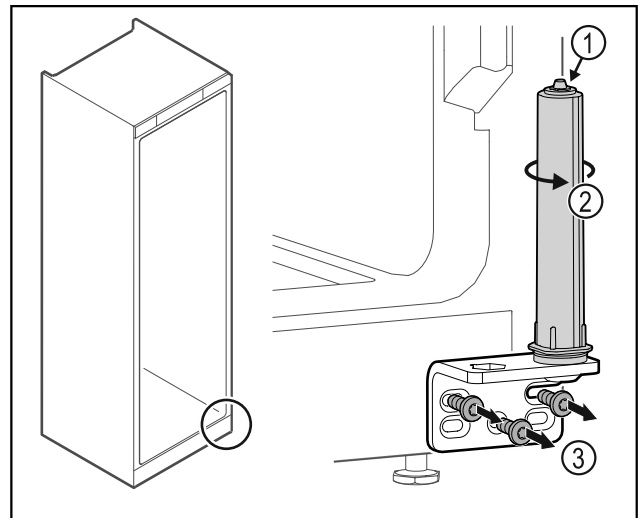

Fig. 24
- Nerozoberajte systém zatvárania dverí Fig. 24 (1).
- Otáčajte systém zatvárania Fig. 24 (2), kým nezacvakne.
- Odskrutkujte uholník závesu Fig. 24 (3).